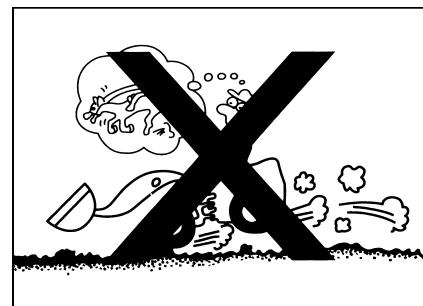

Рис. 1-52
- При работе на снегу, погрузка сильно изменяется от вида снега, поэтому следует уменьшить объем погрузки, внимательнее управлять, чтобы не было скольжения(рис. 1-52). .